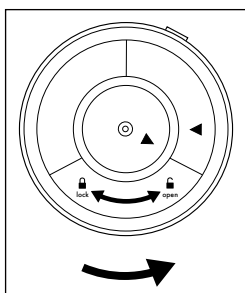

Fig. 1
2. Vend hoveddelen **7** på hovedet for at få adgang til lukningen til batterirummet **13**. Drej lukningen til batterirummet **13** imod urets retning mod **open** , indtil lukningen til batterirummet **13** kan tages af (se fig. 1).